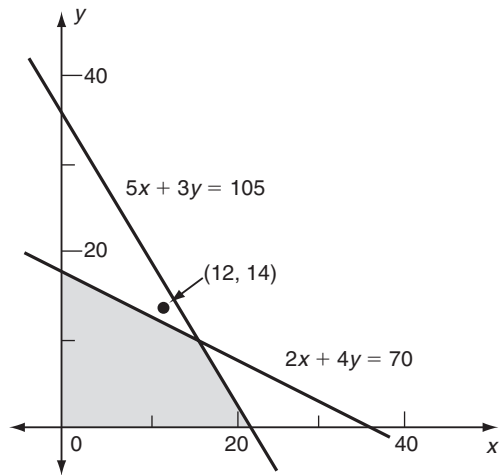

FIGURA 7
Al analizar cualquier problema de programación lineal, en especial cuando sólo intervienen dos variables, con frecuencia es útil un enfoque geométrico. Consideremos las desigualdades (1). El conjunto de puntos (x, y) que satisfacen todas las desigualdades aparece sombreado en la figura 7. Esta región sombreada representa el conjunto de *soluciones factibles*, esto es, el conjunto de valores de x y y que la empresa puede adoptar. No se puede tomar cualquier punto (x, y) situado afuera de esta región sombreada.